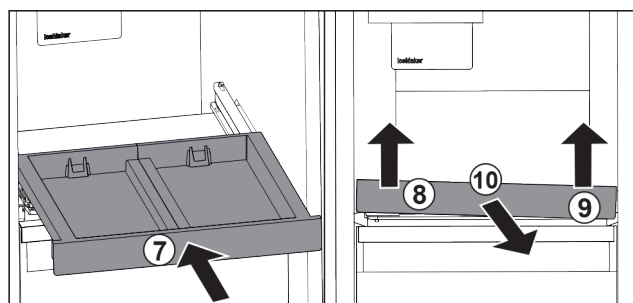

Fig. 20
- Вставьте выдвижную панель. Fig. 20 (7)
- Приподнимите выдвижную панель спереди слева. Fig. 20 (8)
- ▶ Приподнимите выдвижную панель спереди справа. Fig. 20 (9)
- ▶ Извлеките выдвижную панель движением вперед. Fig. 20 (10)